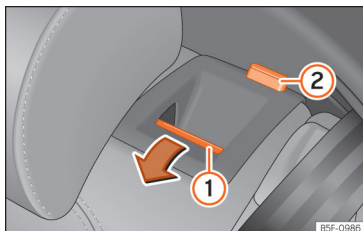

Fig. 95 Banco traseiro: rebater o encosto.
- Pressione o botão de desbloqueio »» Fig. 95
① para a frente e, ao mesmo tempo, rebata o encosto. O encosto traseiro está desbloqueado quando se vê uma marca vermelha no botão ②.